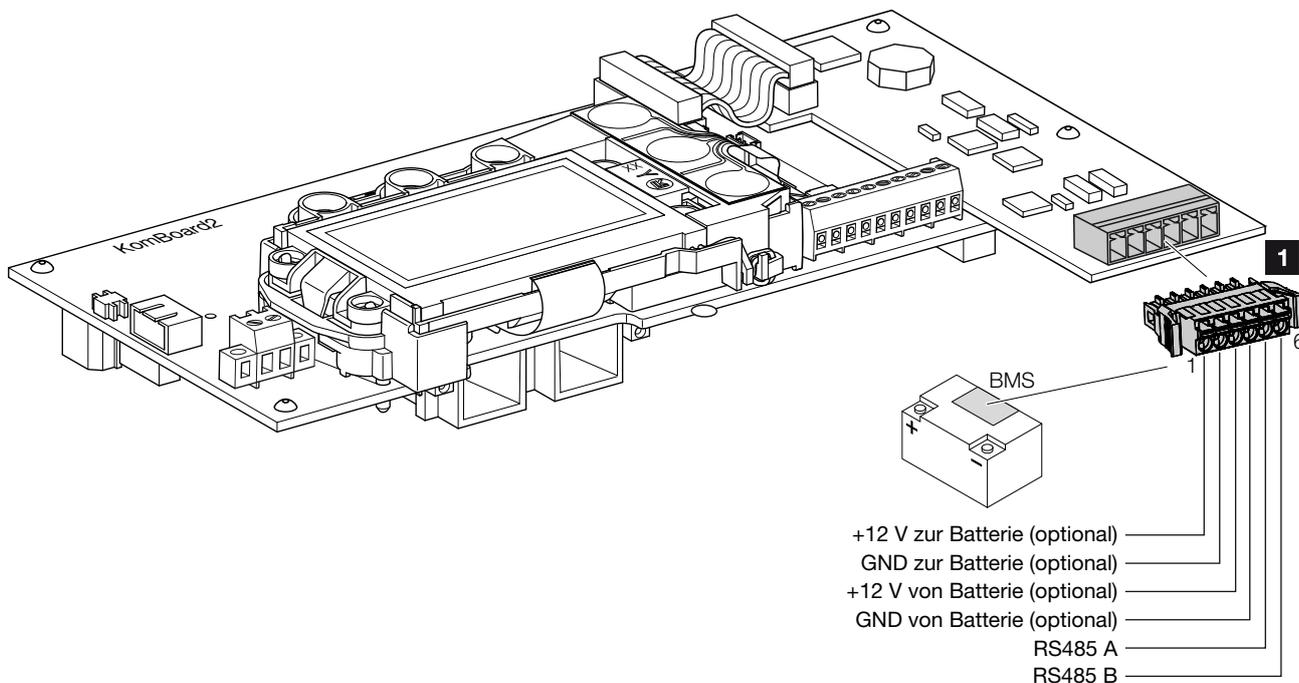

Abb. 36: Belegung der Anschlussbuchsen
1. Wenn eine Batterie an den Wechselrichter angeschlossen wird, ist das Kommunikationskabel von der Batterie an den RS485-Anschluss der Schnittstellenkarte anzuschließen  **Abb. 36**